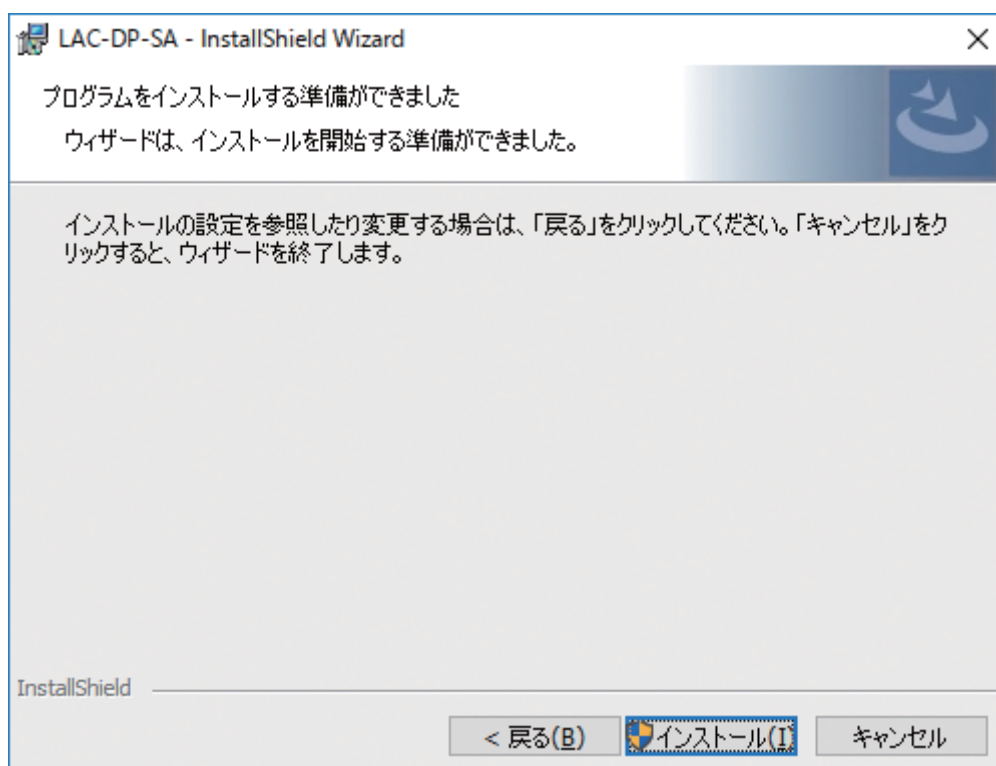

図4-1-5
- ・ インストール先のフォルダに表示されているフォルダにインストールする場合は、[次へ(N)]をクリックしてください。図4-1-5が表示されます。